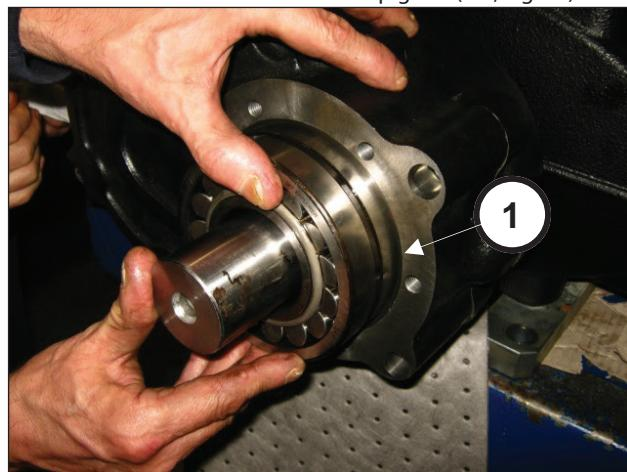

Fig. 87
Placer le roulement 55x120x43 sur le pignon (. ①, Fig. 87).